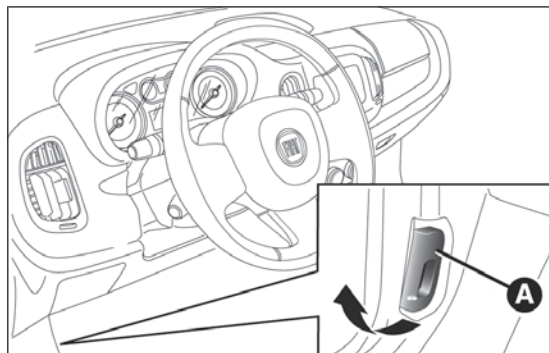

fig. 102
- ☐ tirar de la palanca A fig. 102 en el sentido indicado por la flecha;